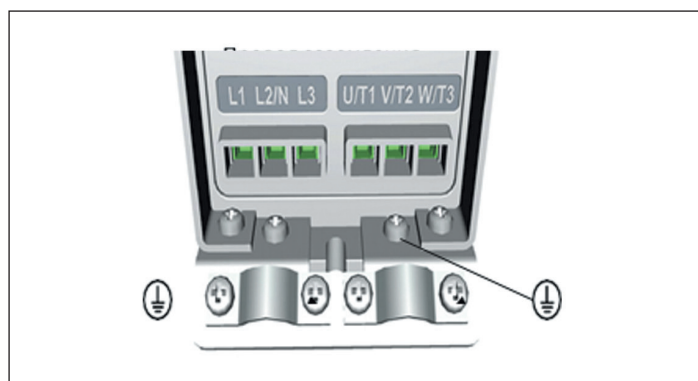

Рисунок 3. Присоединение заземления (PE) к клемме защитного заземления VACON® 10
2. Подключите заземление к клемме защитного заземления (см. рисунок 3.)